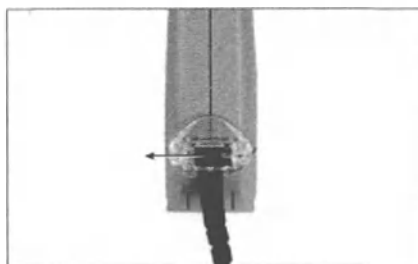

Рис. 22 Предохранительная защелка
7. Вставьте штыри длинной соединяющей детали в маленькие отверстия внизу аудиопроцессора. Закрепите соединение при помощи предохранительной защелки как показано на Рис. 22.
6. Вставьте штыри длинной соединяющей детали в маленькие отверстия внизу аудиопроцессора. Закрепите соединение при помощи предохранительной защелки (см. Рис. 22).